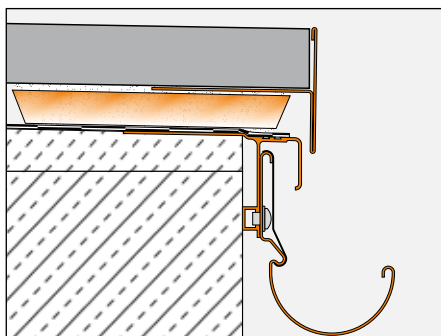

Abb. 3
3.3 In caso si utilizzino gli anelli in materiale plastico Schlüter®-TROBA-STELZ-MR il profilo Schlüter®-BARA-RT deve essere inserito come in fig. 3, nel punto in cui andrebbe il collante. In questo modo il profilo chiude la parte della struttura e del rivestimento che rimane scoperta. Le lastre vengono successivamente posate al di sopra della struttura.